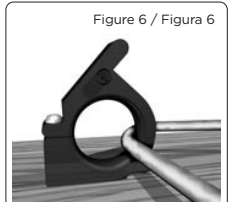

Figure 6 / Figura 6
**To use the HANDI-HOOP as a pivot point/corner guide in a pulling application:** Use the fastening orientation as shown in figure 6. (straight drive orientation) Note how the hoop is positioned in relationship to the pull so that the fastening side of the hoop is opposite the side that forms the corner of the pull. This orientation allows for a 50 lb. pulling pressure.
**Pour utiliser le HANDI-HOOP comme guide d'angle / point de pivot dans une application de traction:** Utilisez l'orientation de serrage comme indiqué sur la figure 6. (orientation de l'unité droite) Notez comment la bague est positionnée par rapport à la tirant, de sorte que le côté de fixation du cerceau soit opposé au côté qui forme le coin de la traction. Cette orientation permet une pression de traction de 50 lb.